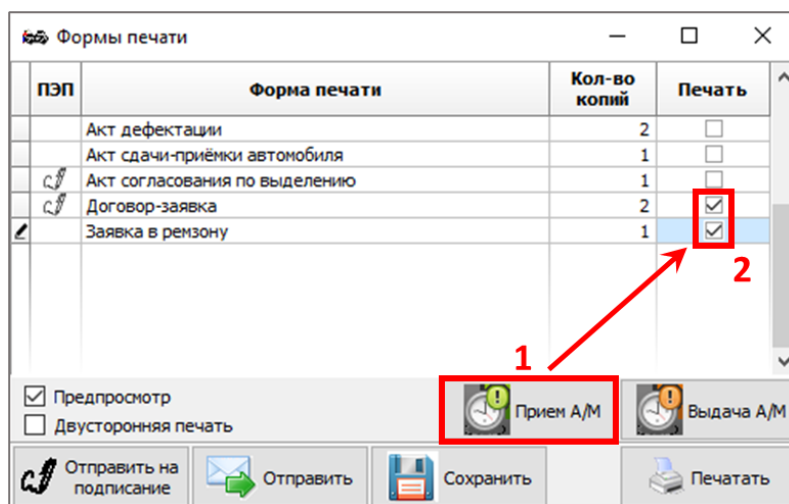

рис. 207
4. Если нажать кнопку **Прием А/М**, - обе галочки установятся автоматически (рис.207).